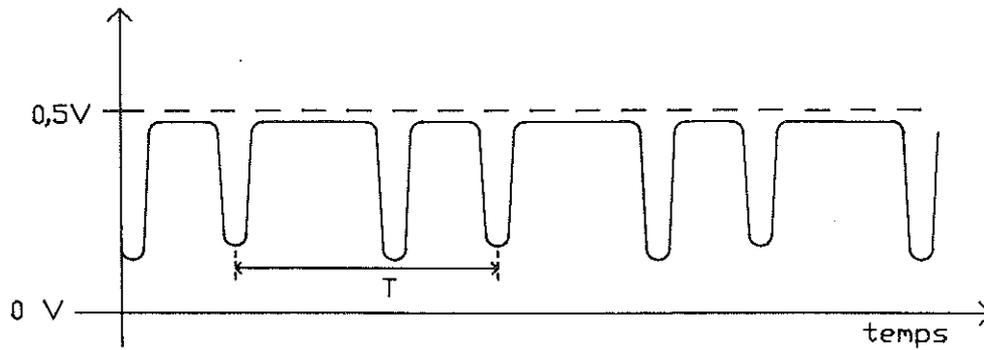

figure 18 : la lame vibrante intercepte le faisceau lumineux 2 fois par période, mais au repos, le vibreur ne coupe pas le faisceau
- si au repos, la lame du vibreur ne coupe plus le faisceau laser, l'aspect du signal peut être modifié (figure 18).